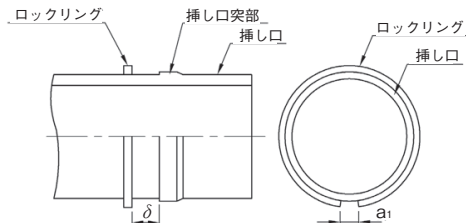

図5 ロックリングの分割部間隔の測定位置
- (1) 図5に示すように、清掃したロックリングを挿し口突部から表5に示す δ だけ離れた位置にロックリング分割部が管底にくるようにして預け、ロックリング全周が挿し口に抱きついた状態でロックリング分割部の間隔 (a_1) を測定する。